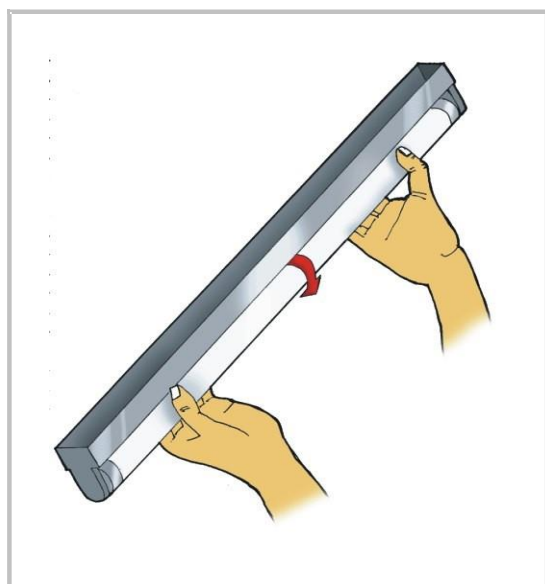

Fig. 6
- Si el tubo alumbra débilmente debe estar gastado, proceder a cambiarlos. Si la avería continúa, probablemente el transformador esté malogrado y deberá también ser cambiado. Tener cuidado en ajustar bien los cables de energía (Fig.6).